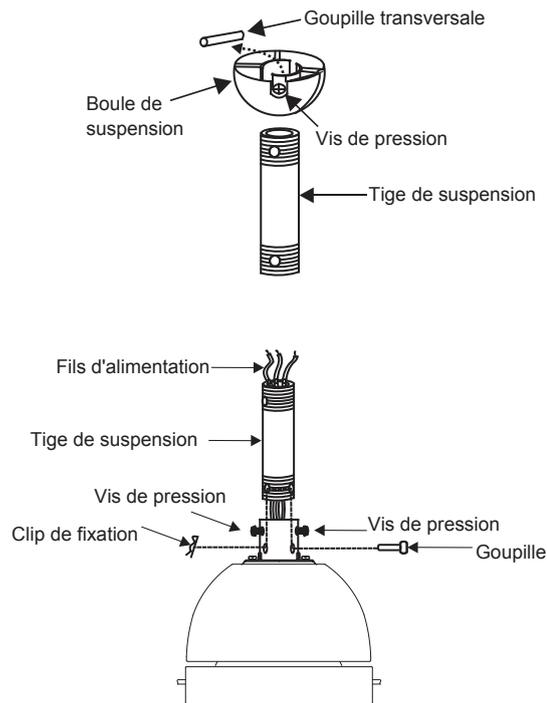

Fig. 7
Étape 5. Retirez la boule de suspension de la tige de fixation en desserrant la vis de blocage, en dévissant et en retirant la goupille transversale et en retirant la boule de la tige (Fig. 7).
Étape 6. Desserrez les deux vis de pression et enlevez la goupille ainsi que le clip de retenue du couplage sur le dessus du moteur (Fig. 7).
Remplacez ensuite la goupille et le clip de retenue. Serrez les deux vis de pression (Fig. 7)